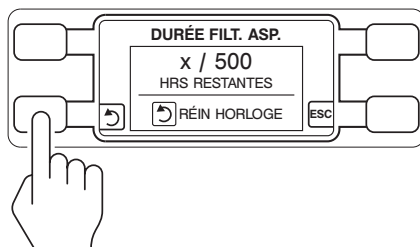

Figure 6 – Réinitialisation de la valeur de l'horloge
5. L'écran DURÉE FILT. ASP. s'affiche. Appuyer sur le bouton d'écran (RÉIN. HORLOGE) pour régler la valeur actuelle de durée de vie du filtre sur 500 heures (Figure 6).